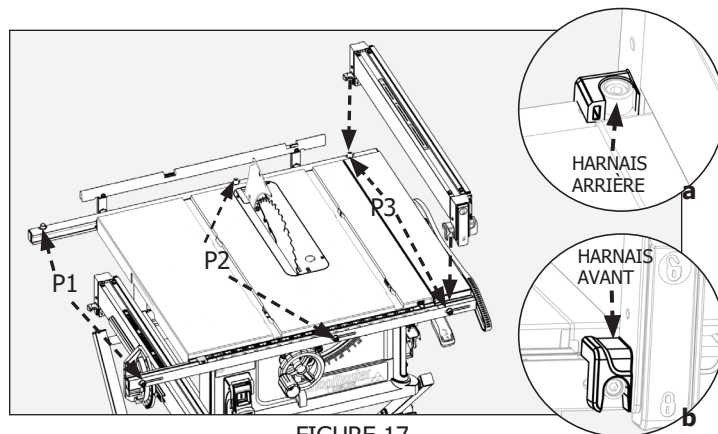

FIGURE 17
Cette scie est équipée d'un système d'alignement du guide à trois positions afin de permettre des coupes rapides et précises. Selon le type de coupe requise, utilisez une des positions indiquées ci-dessous (figure 17). **Remarque:** Toutes les échelles sont sert à mesurer la distance entre la surface la plus intérieure de la clôture et la face de la lame. L'échelle doit indiquer zéro lorsque le guide touche la lame et augmenter lorsque la table est étendue et que le guide est éloigné de la lame.
3. Enclenchez le verrou du guide situé en avant du guide (figure 17).